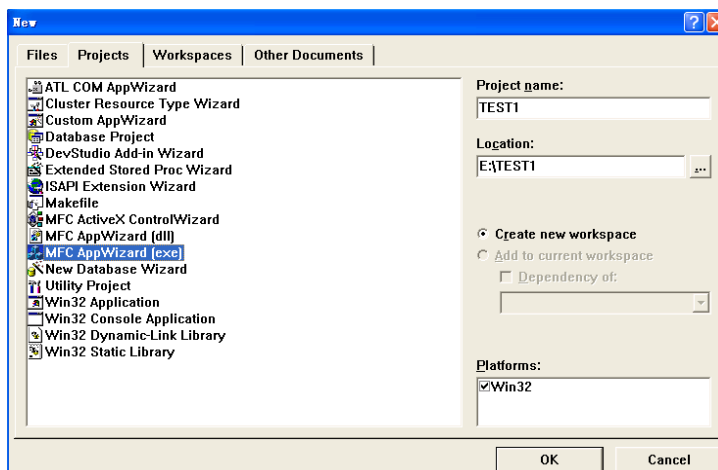

图6-7 创建新工程
- (2) 新建一个工程;
- (3) 选择 MFC APPWizard(exe);
- (4) 选择工程保存路径，如：E:\;
- (5) 输入工程名，如：test1。如图 6-7 所示：